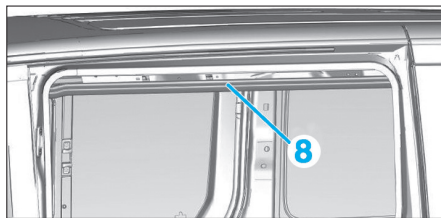

Fig. 48
- Déposer le joint de rail de la porte coulissante (8) (Fig.48).